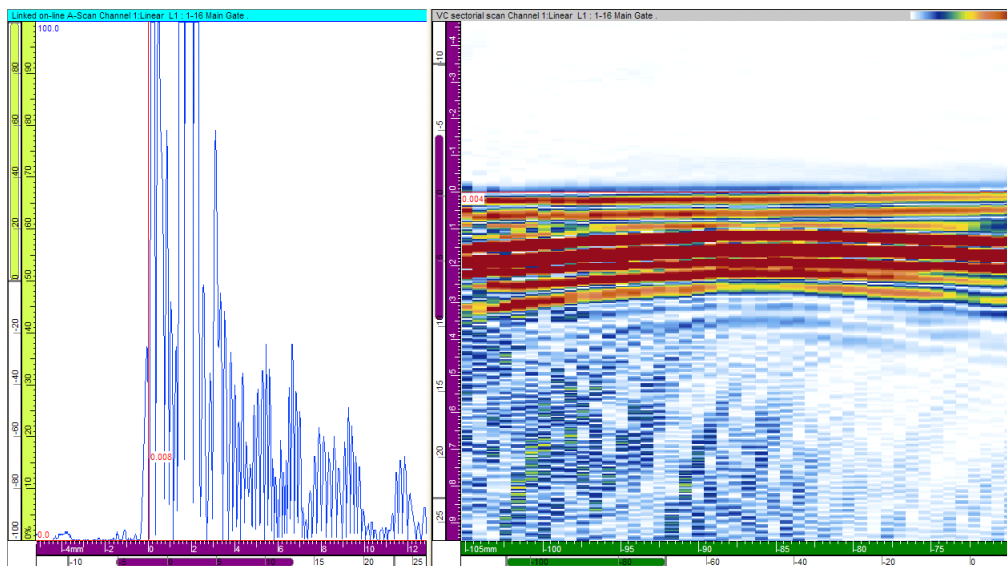

Figure 7-77 Exemple d'un écho d'interface d'un sabot correctement étalonné
L'écho d'interface d'un sabot correctement étalonné apparaît à une profondeur d'exactly 0 mm partout sur la sonde, tel que montré dans l'exemple de la Figure 7-77 à la page 440. Si cela est le cas, il est inutile de continuer cette procédure.
6. Répétez les étapes 2 à 5 pour positionner la ligne de l'écho d'interface à une profondeur exacte de 0 mm partout sur la sonde, tel que montré dans l'exemple de la Figure 7-77 à la page 440.